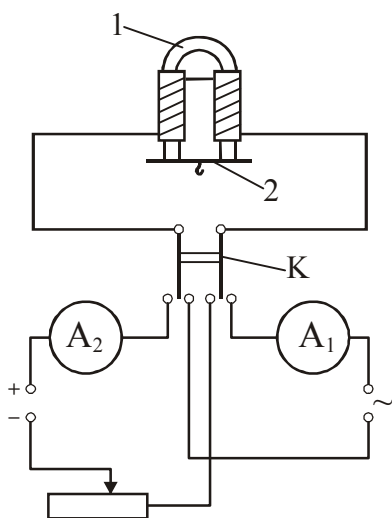

Рисунок 1
Схема экспериментальной установки представлена на рис. 1. Установка состоит из электрических цепей постоянного и переменного токов. Переменный ток используется для размагничивания сердечника электромагнита 1. Сила тока в этой цепи регистрируется амперметром  $A_1$  и регулируется лабораторным автотрансформатором (ЛАТР). Цепь постоянного тока состоит из источника тока, реостата и амперметра  $A_2$ . Эта цепь используется для намагничивания электромагнита. Сила тока в ней изменяется реостатом. С помощью переключателя  $K$  электромагнит можно включать в цепь постоянного или переменного тока. Установка снабжена якорем 2 и пятью грузами, масса которых известна.
Подъёмной силой электромагнита называется сила притяжения якоря 2 электромагнита к сердечнику 1 (рис. 1). В данной работе подъёмная сила  $F$  электромагнита равна весу грузов, которые удерживает электромагнит:
1. Собрать электрическую цепь по схеме (рис. 1).